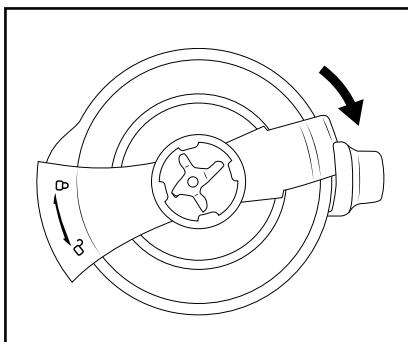

Fig. 3
- Gire el bloqueo de la tapa ⑯ 90° en sentido horario (dirección ↗) para cerrarlo. El bloqueo de la tapa ⑯ quedará por un lado sobre la boquilla de vaciado y, por el otro, insertado en el asa de la batidora ⑯ (fig. 3).